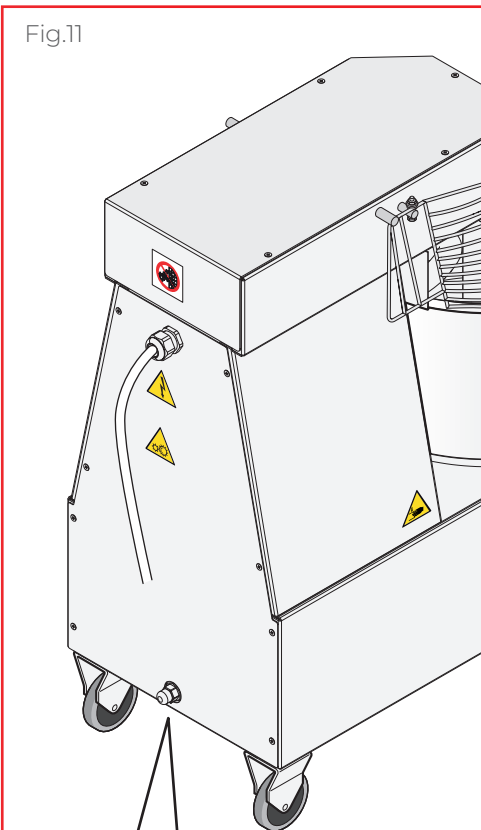

Fig.11
► **Fig.11.** En caso de ralentización o bloqueo de la cubeta: